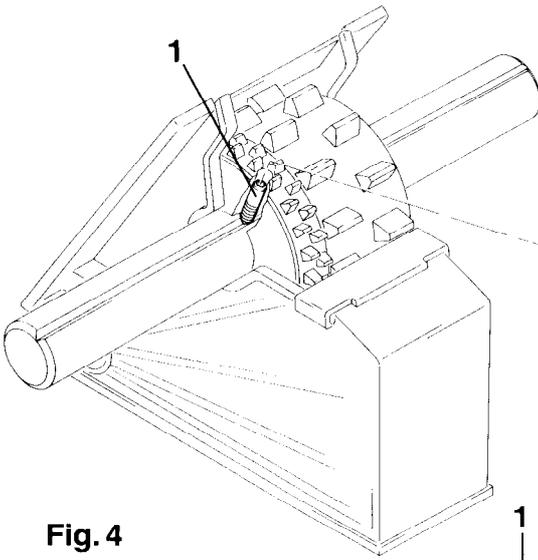

Fig. 4
- Gewindestift (Fig. 4/1) lösen oder bei Drillmaschinen mit angegossener Nase am Feinsärad: